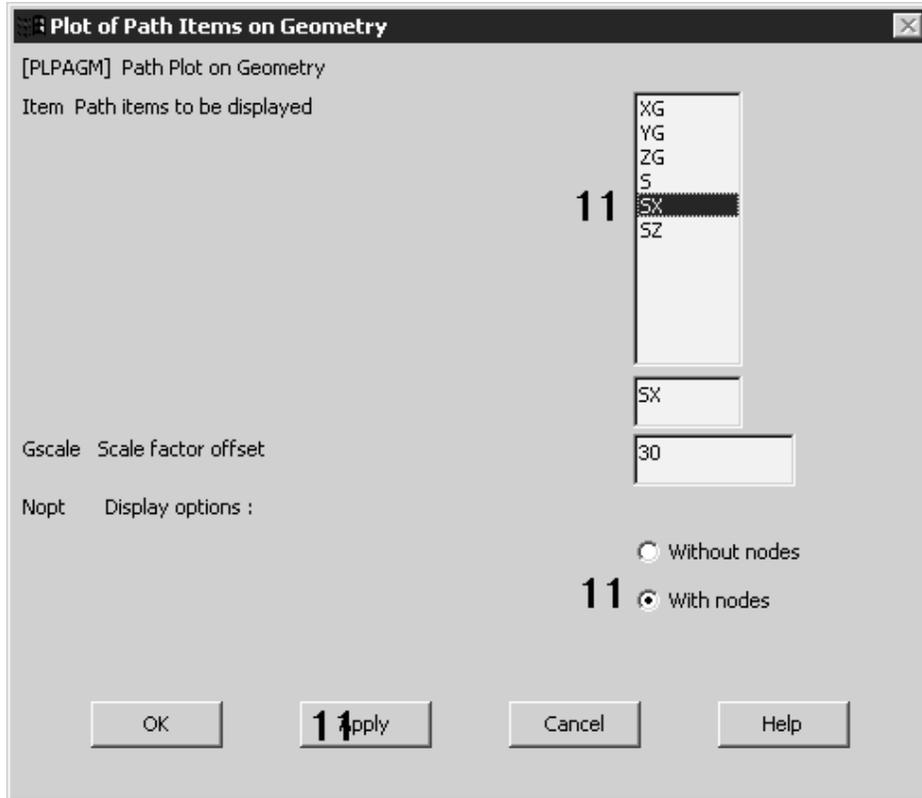

图 12.51 绘制径向应力在路径几何上的分布图
10. 绘制径向应力沿路径的几何图。选取菜单路径 Main Menu | General Postproc | Path Operations Plot Path Item | On Geometry, 将弹出 Plot of Path Items on Geometry (绘制路径项在路径几何上的图)对话框, 如图 12.51 所示。